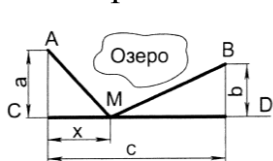

Рис. 5.1
5.1. Пункти  $A$  і  $B$  (рис.5.1) розташовані по один бік від магістралі  $CD$ . Потрібно з'єднати їх найкоротшою дорогою  $AMB$ , яка виходить до магістралі (знайти відстань  $x$ , вважаючи що відстані  $a$ ,  $b$ ,  $c$  відомі).